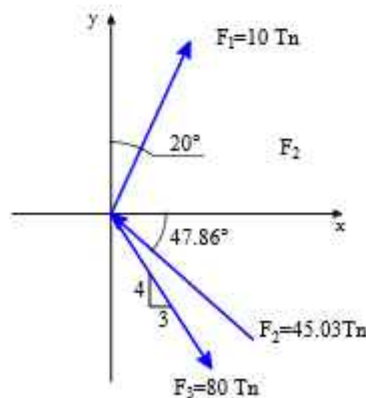

Figura 1.59
Paso ①: Descomposición de las fuerzas en sus componentes x e y, según la figura 1.59 (b).
Paso ③: Determinación del valor de F_2 y θ , a partir de la tabla. Finalmente consolidamos en la figura 1.59 (c).